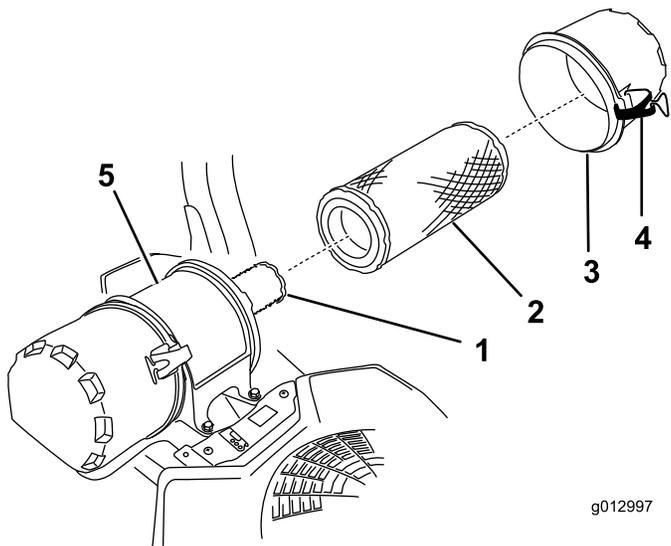

Figura 32
- Rilasciate i dispositivi di fermo del filtro dell'aria e togliete il coperchio dal corpo del filtro (Figura 32).
- Estraete con cautela il filtro esterno dal corpo del filtro dell'aria (Figura 32).
- Se sostituite il filtro interno, fatelo scorrere con attenzione nel corpo del filtro (Figura 32).
- Fate scorrere delicatamente il filtro esterno sul filtro di sicurezza (Figura 32).